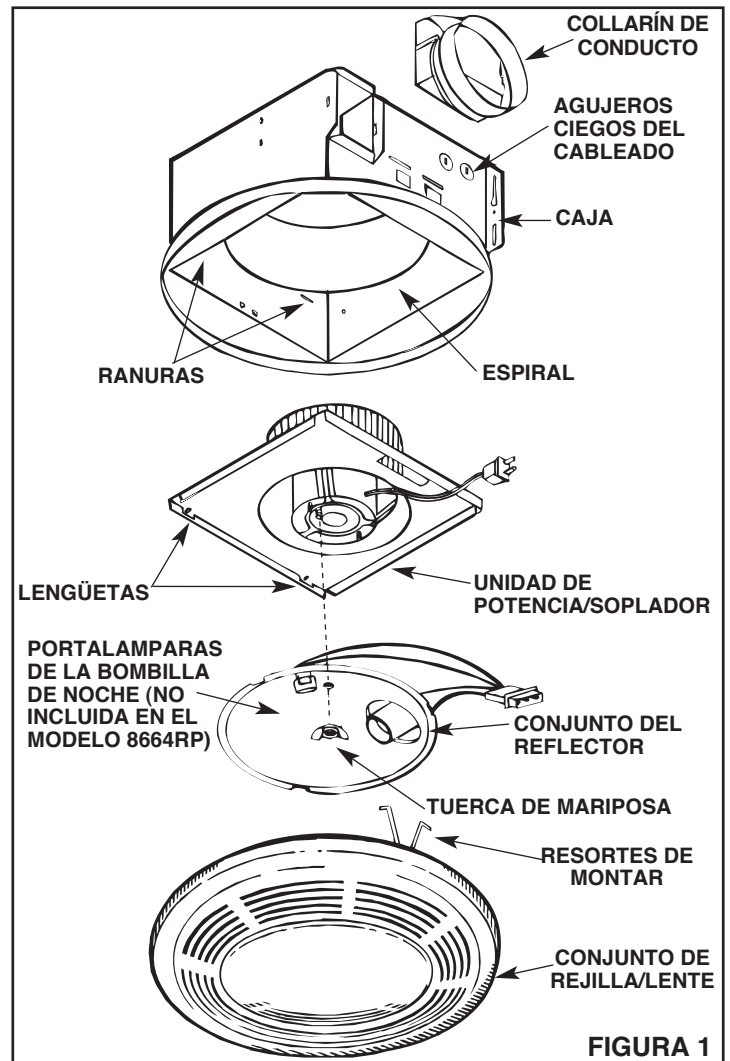

FIGURA 1
- Refiérase a la Figura 1. Saque el conjunto de la unidad de potencia/soplador de la caja.
1. Refiérase a la Figura 1. Coloque el collarín del conducto sobre las bridas en la abertura de descarga del ventilador. Fije el collarín encajando las lengüetas a presión en las ranuras de las bridas.
1. Refiérase a la **Figura 1**. Coloque la unidad de potencia/soplador en la caja para que las lengüetas de la placa de montaje se inserten en las ranuras de la caja.
4. Refiérase a la **Figura 1**. Saque la unidad de potencia/soplador de la caja.